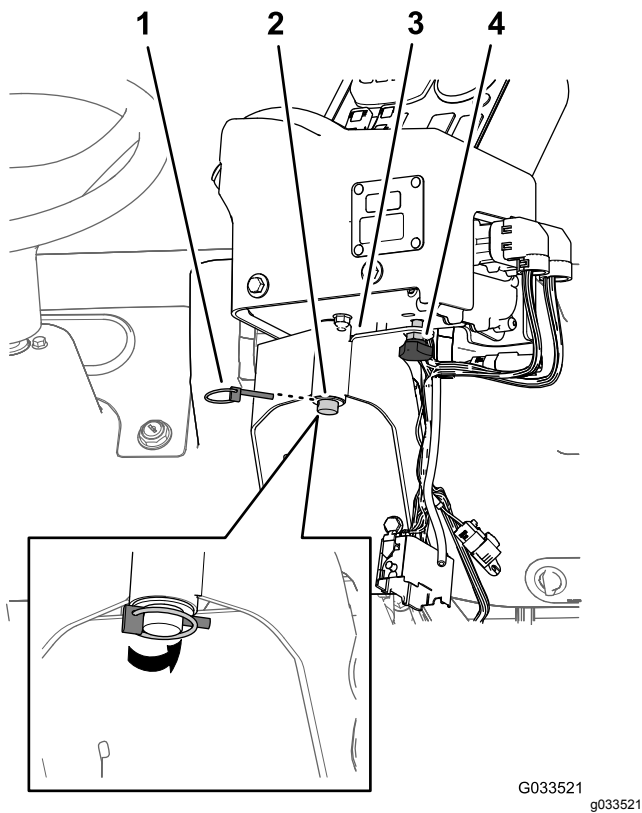

Figura 19
- 2. Instale a consola de controlo no suporte de montagem de controlo e prenda a consola utilizando o pino do clipe de mola (Figura 19).
- 3. Instale o botão manual e aperte-o para evitar que a consola rode durante a operação (Figura 19).